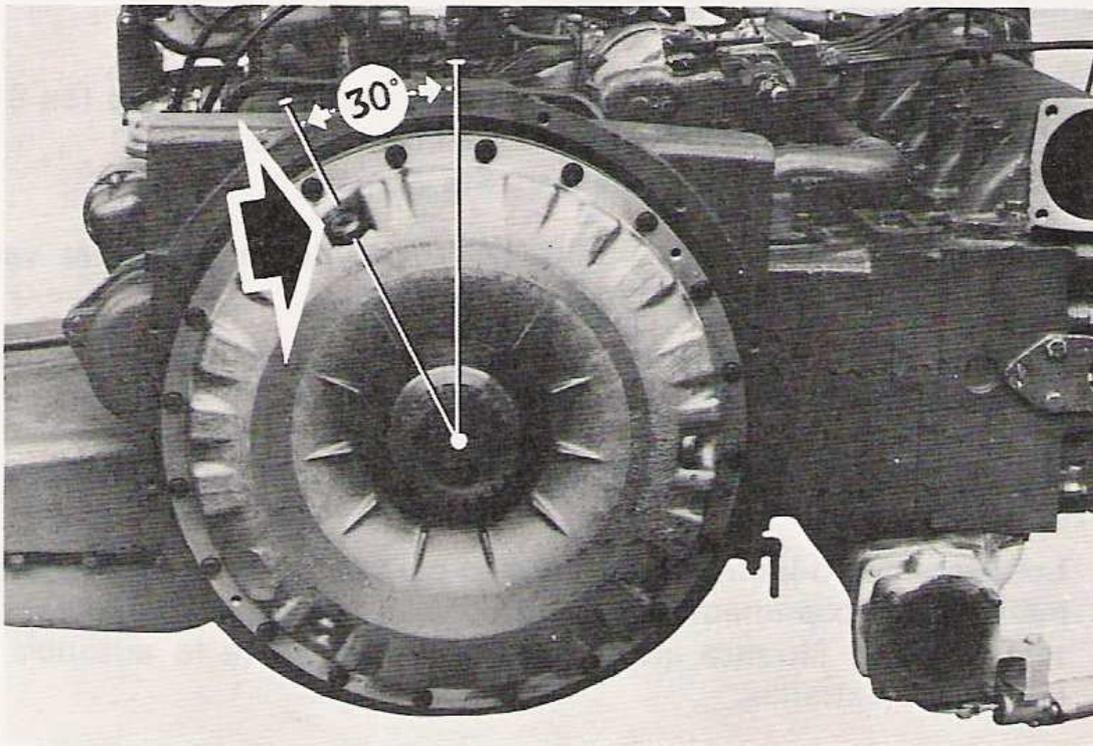

Fig. 4.1.- Situación del tapón de llenado aceite
- a) Cada 6.000 Km., situar el embrague de manera que 1 de los 3 tapones (fig. 4.1) esté a 30° de la vertical del eje.